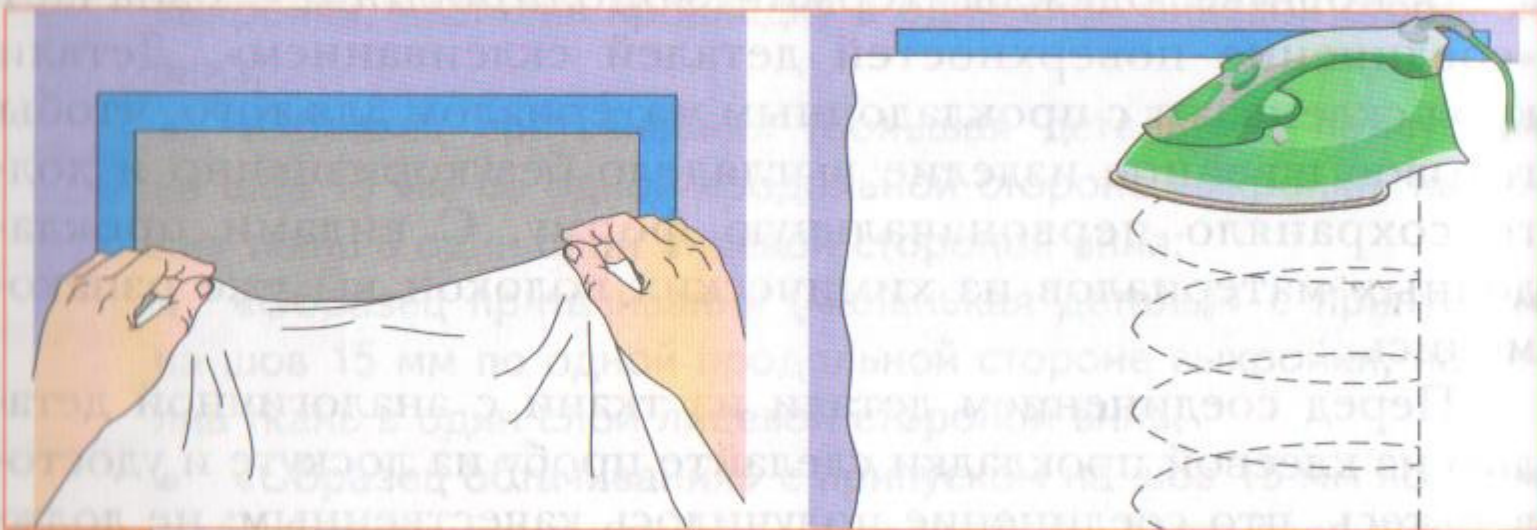

Рис. 81 Приутюживание клеевой прокладки
4. Приутюжить прокладку, действуя горячим утюгом, как прессом, каждый раз время приутюживания — 8–12 секунд. Нельзя делать скользящие движения — только поднимать утюг, ставить на новое место и прижимать (рис. 81).